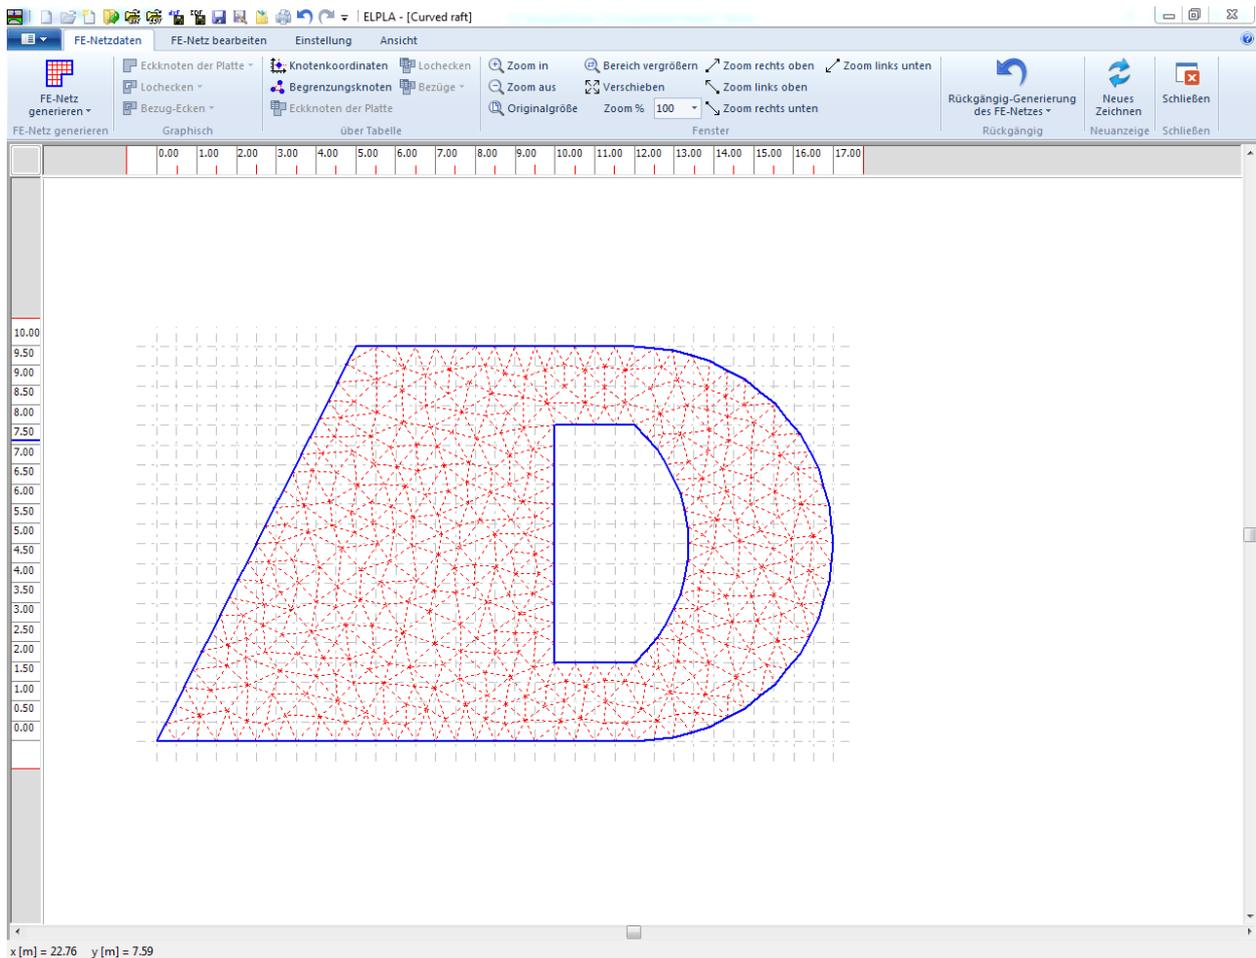

Bild 10.19 Endgültiges FE-Netz der Platte
Nach dem Klicken der Schaltfläche "OK". Das FE-Netz der Platte ist im Bild 10.19 gezeigt.
- Wählen Sie "Speichern" aus dem "Datei"-Menü (Bild 10.19), um die FE-Netzdaten zu speichern
- Wählen Sie "Schließen" aus dem "Datei"-Menü (Bild 10.19), um das Fenster "FE-Netzdaten" zu schließen und zum Hauptfenster des Programms *ELPLA* zurückzukehren